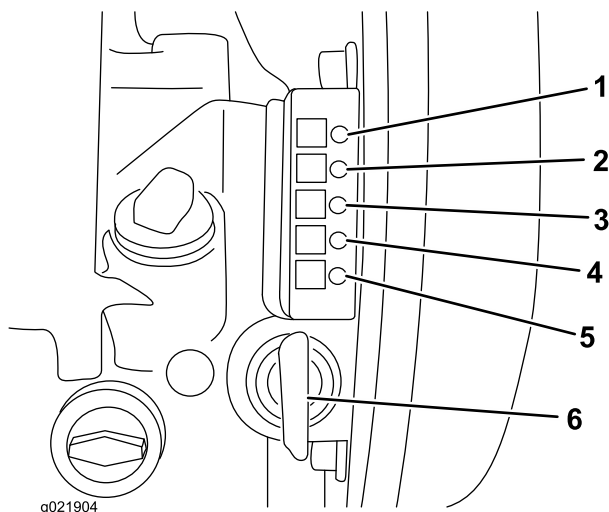

Figure 19
2. Tournez le commutateur d'allumage en position Marche (Figure 19); voir Commutateur de démarrage électrique (page 12).